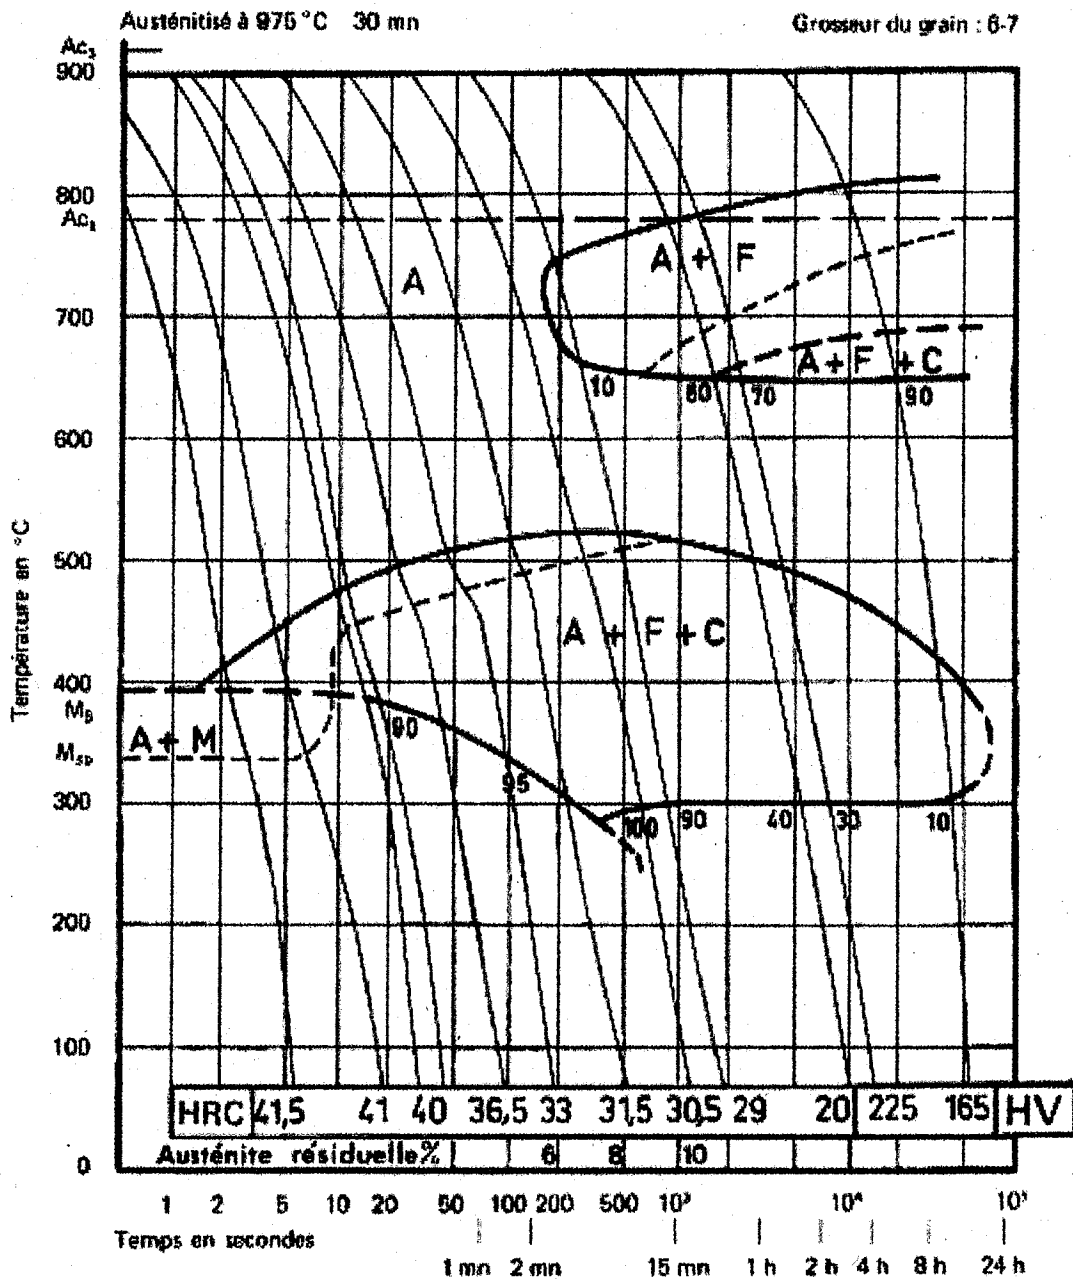

Figure 2: TRC de l'acier 21CrMoV5-7
- Identifier les différents domaines du TRC de la Figure 2.